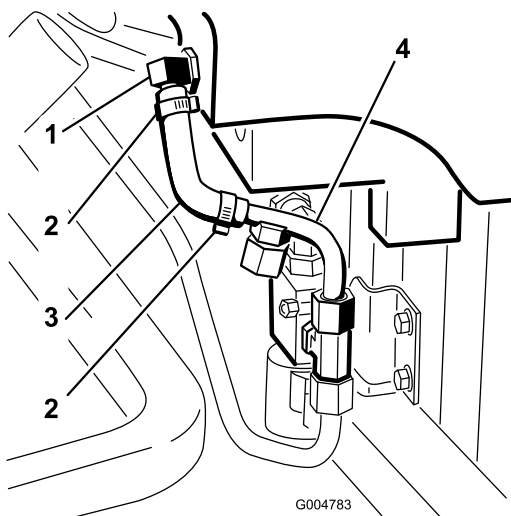

Bild 31
10. Befestigen Sie die lange Seite des geformten Schlauchs am 90-Grad-Anschlussstück im Hydraulikbehälter (Bild 31).
11. Befestigen Sie die kurze Seite des geformten Schlauches am gezahnten Ende der Hydraulikleitung Nummer 4 (Bild 31).